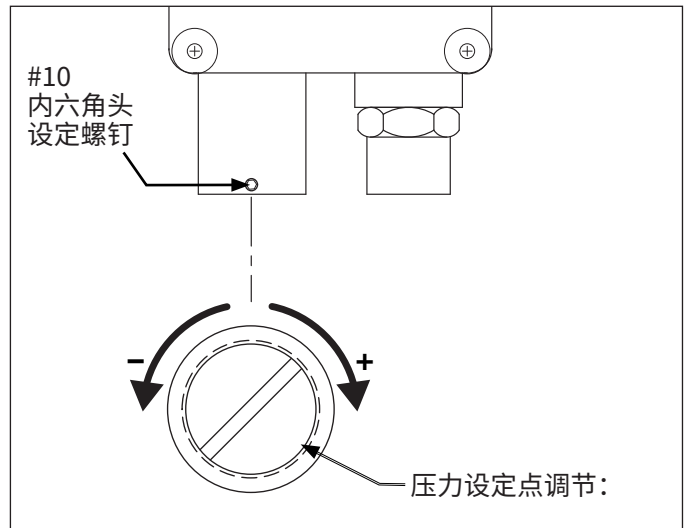

图 12: 压力开关设置调整
4. 使用 #10 内六角扳手拧松压力开关的设定螺钉。参见图 12。
5. 将控制阀手柄切至伸出 (A) 位置。
7. 使用一字螺丝刀顺时针转动压力开关的调节螺钉即可提高其设定值，逆时针转动则可降低其设定值。参见图 12。验证开关能够打开，液压泵电机也会在压力达到目标设定值后停止运转。